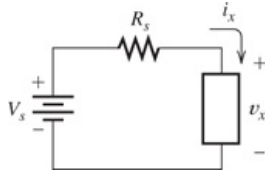

Figure P9.16
***P9.16.** L'élément de circuit non linéaire représenté dans Figure P9.16  $aje_x = \exp(v_x) - 1/10$.